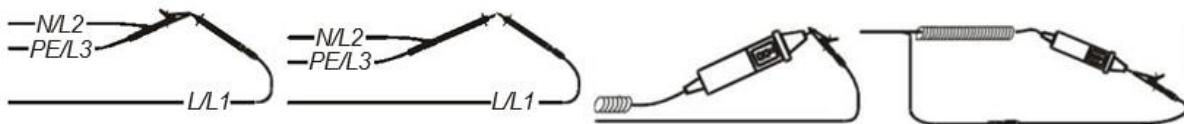

Bild 5.5: Kortslutna testkablar
1. Kortslut först mätsladdarna enligt bild 5.5